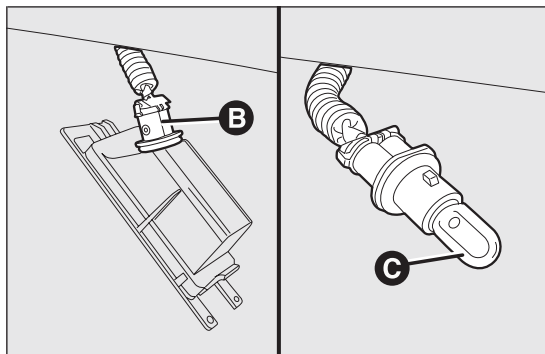

fig. 164
- ruotare il portalamпада B fig. 164 in senso antiorario, quindi sfilare la lampada C.